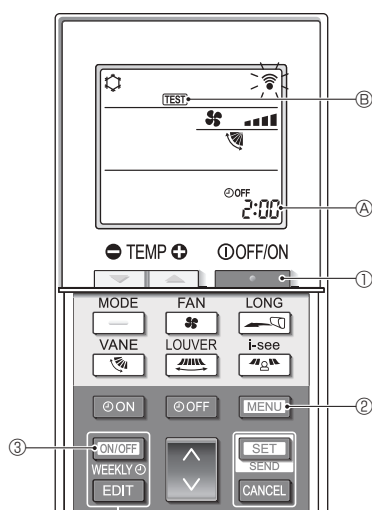
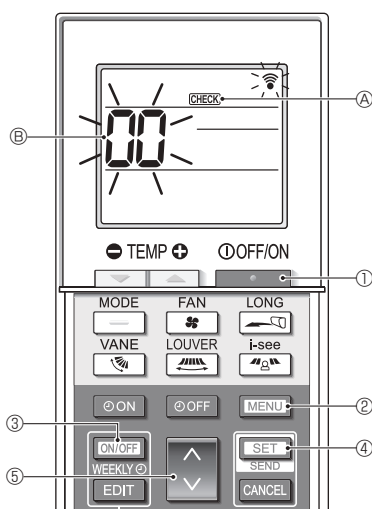

Fig. 7-5
Fig. 7-6
■ Proefdraaien (Fig. 7-5)
- Druk op de toets ① om de airconditioner te stoppen.
- Als de Week-timer ingeschakeld is (**WEEKLY** is aan), druk dan op de toets ③ om de timer uit te schakelen (**WEEKLY** is uit).
- Houd de toets ② gedurende 5 seconden ingedrukt.
- Druk op de toets ②.
- ④ gaat branden en het apparaat wordt in de proefdraaistand gezet.
- Druk op de toets ① om het proefdraaien te stoppen.
■ Zelfcontrole (Fig. 7-6)
- Druk op de toets ⑤ om het koelstofadres (M-NET-adres) ⑥ te selecteren van de binnenunit waarvoor u de zelfcontrole wilt uitvoeren.
- Druk op de toets ④.
- Druk op de toets ①.
- A en het koelstofadres (M-NET-adres) ⑥ gaan uit en de zelfcontrole is voltooid.